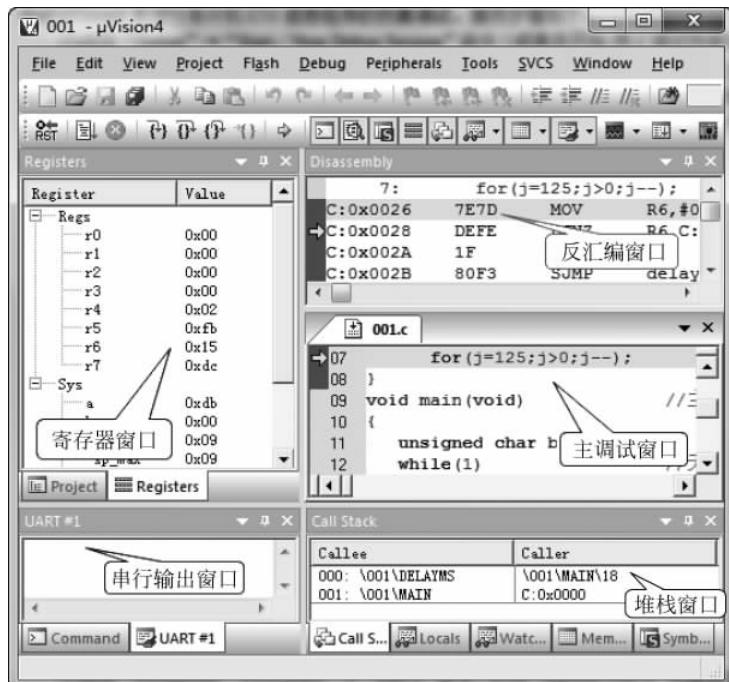

图 3-12 仿真调试模式
② 此时,Keil μ Vision4 进入仿真调试模式,如图 3-12 所示。在该模式下,显示出反汇编窗口、主调试窗口、寄存器窗口、串行输出窗口、堆栈窗口(可查看变量、堆栈、存储器、符号观察等窗口)。若不需要查看反汇编窗口,可直接单击该窗口右上角的 \times 按钮关闭即可。